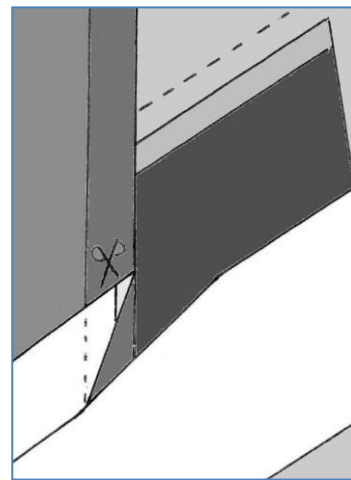

rys.10
8 – 10 cm. Natomiast górną krawędź bocznego pasa **taśmy blaszanej** wyznacza zewnętrzna (od komina) krawędź górnego wymianu (zaznaczona na rys.10 symbolem ▼).
7. Po nacięciu skosu (wyciętego według rys.10) stanowiącego granicę kołnierza wchodzącego na komin, należy wygiąć go do góry pod kątem prostym tak aby przylegał do komina (rys.11). Powstałą z przycięcia końcówkę kołnierza należy skrócić aby nie była powodem skałeczeń i uszkodzeń (rys.12).